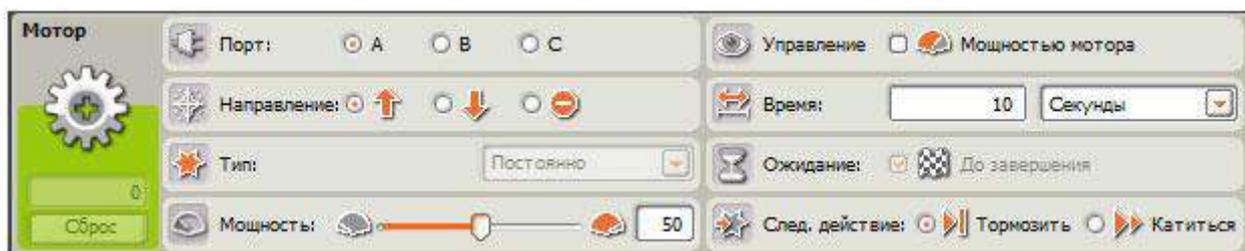

Рис.9. Второй блок программы №9.3.
- Время: 10 секунд. (см. рис. 9)